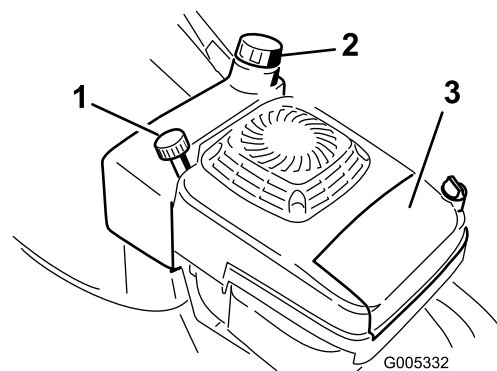

Figure 12
1. Nettoyez la surface autour du bouchon du réservoir de carburant (Figure 12).